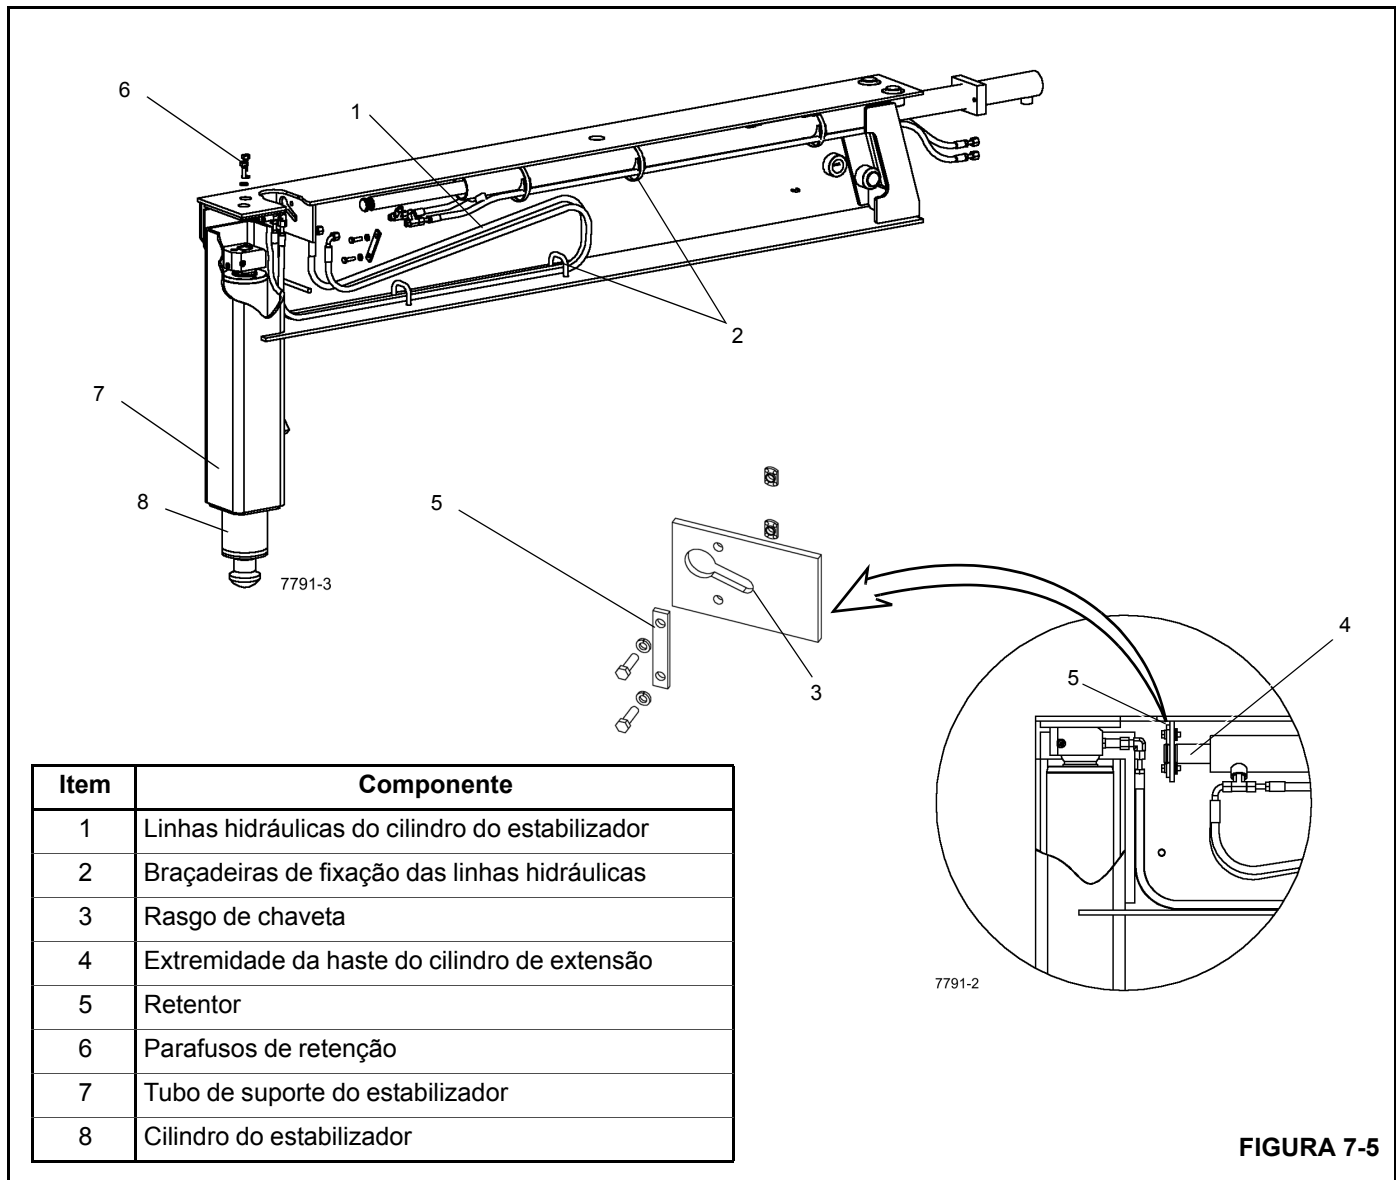

FIGURA 7-5
2. Remova o retentor (6, Figura 7-5) do rasgo de chaveta.
3. Remova a extremidade da haste do cilindro de extensão (5) do rasgo de chaveta na extremidade do macaco da viga do estabilizador.
2. Prenda as mangueiras hidráulicas do macaco ao cilindro de extensão com as braçadeiras conforme mostra a Figura 7-5.
3. Deslize o cilindro de extensão para dentro da viga do estabilizador. Verifique se as mangueiras hidráulicas do macaco foram passadas conforme mostra a Figura 7-5.
1. Com um dispositivo de elevação, eleve o caminhão até que haja folga suficiente para remover o cilindro do macaco (8, Figura 7-5) do tubo de suporte do macaco (7).
4. Desparafuse os parafusos de retenção (6) do cilindro do macaco.
5. Deslize o cilindro do macaco (8) para fora do tubo de suporte do macaco (7).